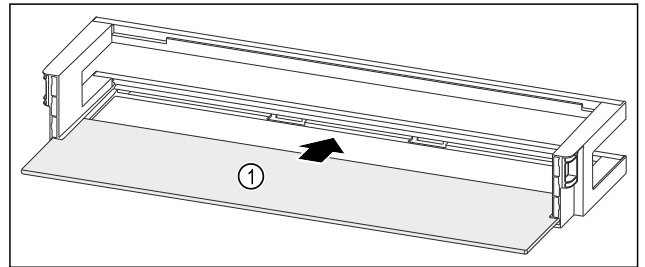

Fig. 165 Oviteline säilytyshyllyn kanssa
- ▶ Työnnä säilytyshylly Fig. 165 (1) sivuilla oleviin koloihin.